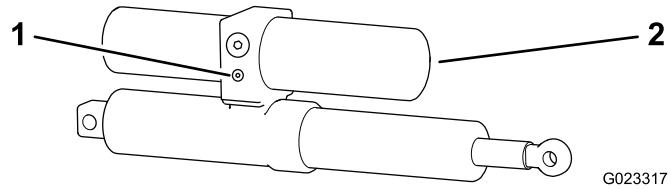

Bild 20
1. Ermitteln Sie das manuelle Überdruckventil am Aktuator jedes Auslegers (Bild 20).